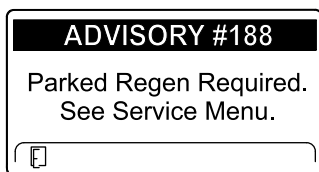

Figura 45
- Parked regeneration required (Es necesaria una regeneración con la máquina aparcada) ADVISORY #188 (Aviso n.º 188) (Figura 45)